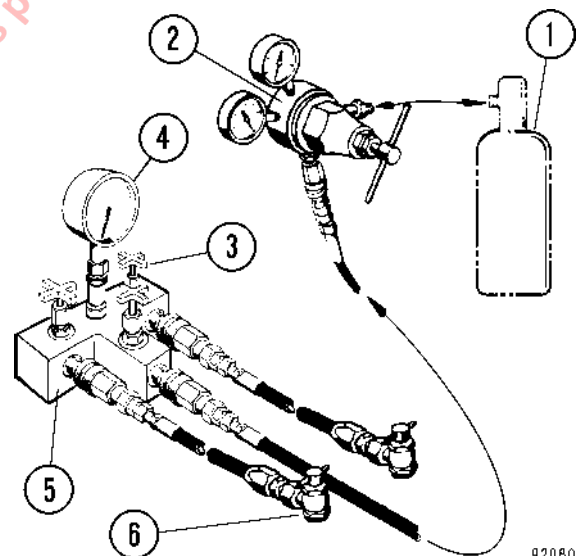

FIGURA 3-20. KIT DE CARGA DE NITROGENO
4. Cierre todas las válvulas de corte en el manifold de freno (4, Figura 3-20).
5. Conecte el kit de carga al contenedor de nitrógeno (1), y abra la válvula en el estanque.
6. Gire la manilla en "T" completamente (hacia la izquierda) en el adaptador de la válvula de carga (6).